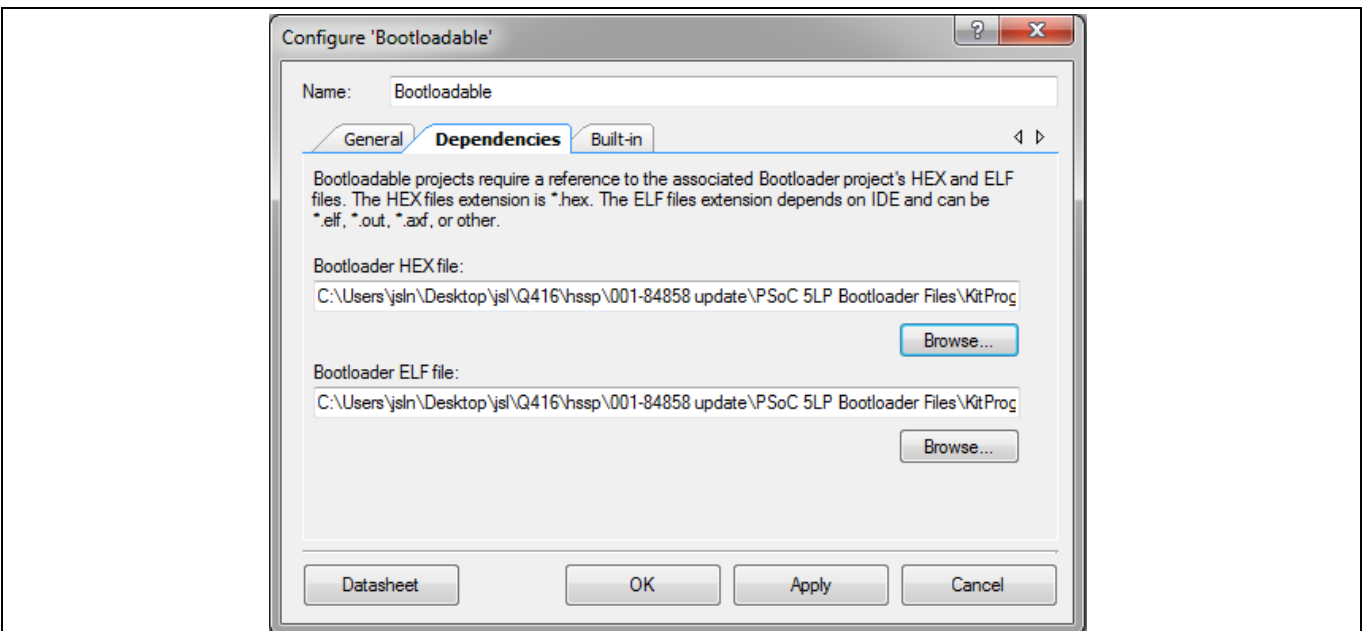

Figure 5 用于 KitProg 的 Bootloadable 依赖属性
- 选择 **Dependencies** 选项卡, 然后点击与 Bootloader HEX 文件相关的浏览按键, 如 **Figure 5** 所示。